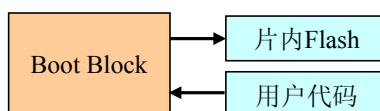

图 2.2 IAP 编程示意图
- **在应用编程：**在应用编程（IAP）是用户的应用代码对片内 Flash 存储器进行擦除/编程的方法，如图 2.2 所示。